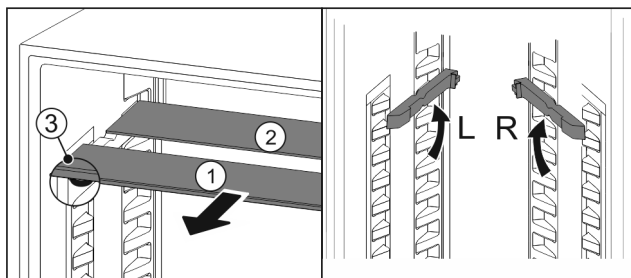

Fig. 54
- ▶ Extrageți Fig. 54 (1) pe rând plăcile de sticlă spre înainte.
- ▷ Placa de sticlă Fig. 54 (1) cu șipca decorativă se află în față.
- ▷ Opritoarele Fig. 54 (3) indică în jos.